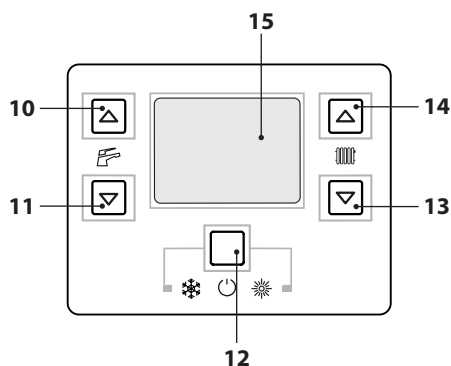

Figura 2.5
- Mantenga pulsado durante 2 segundos el botón 12 hasta que aparezca en el display el símbolo  (Figura 2.5).
La temperatura del agua caliente de impulsión de la calefacción puede regularse mediante los botones 13 (reducción) y 14 (aumento) (Figura 2.5) desde un mínimo de 38°C aproximadamente hasta un máximo de aproximadamente 85°C. La primera vez que se pulsa uno de los dos botones se muestra el valor de "consigna", la segunda vez se puede modificar.
De todas formas, si la temperatura ambiente no resultase confortable, se puede aumentar o reducir la temperatura de impulsión de la instalación de calefacción en $\pm 15^{\circ}\text{C}$ usando los botones 13 (reducción) y 14 (aumento) (Figura 2.5).
La temperatura del agua caliente sanitaria puede regularse mediante los botones 10 (aumento) y 11 (reducción) (Figura 2.5) desde un mínimo de 35°C aproximadamente hasta un máximo de aproximadamente 60°C . La primera vez que se pulsa uno de los dos botones se muestra el valor de "consigna", la segunda vez se puede modificar.